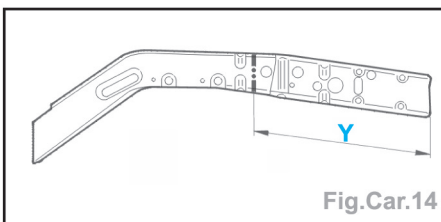

Fig.Car.14
- Tracer puis percer au  $\varnothing 8 \text{ mm}$  pour soudage ultérieur par points bouchons, préparer les bords d'accostage, les protéger par un apprêt soudable, tracer, puis découper (coupe définitive) (Fig.Car.14).